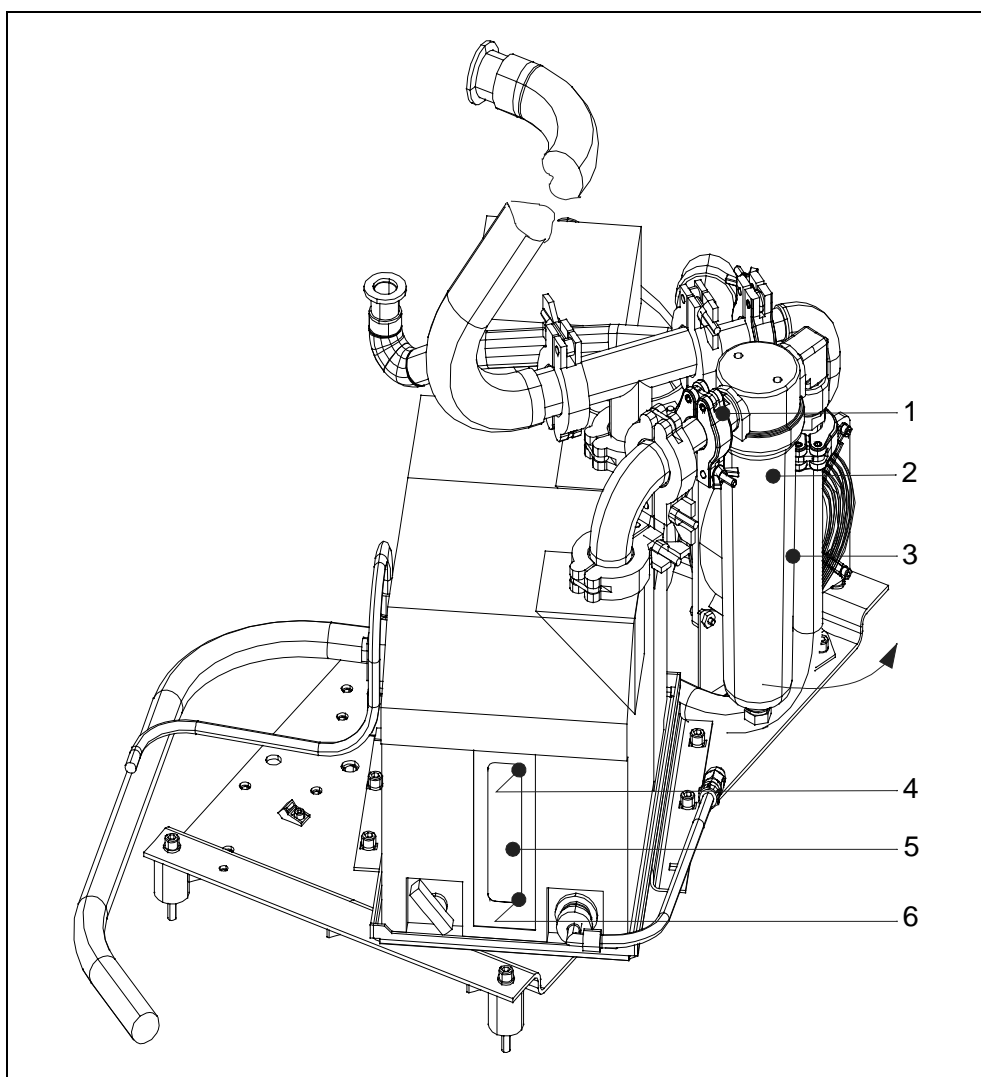

Abb. 9-4 Einbauposition Auspuff-Filter
Die Einbauposition des Auspuff-Filters entnehmen sie nachstender Abb. 9-4.
- Lockern Sie den Spannring am Auspuff-Filter (Abb. 9-4/1) und schwenken den kompletten Filter in Pfeilrichtung soweit nach aussen, das der Ölvorratsbehälter abgenommen werden kann.